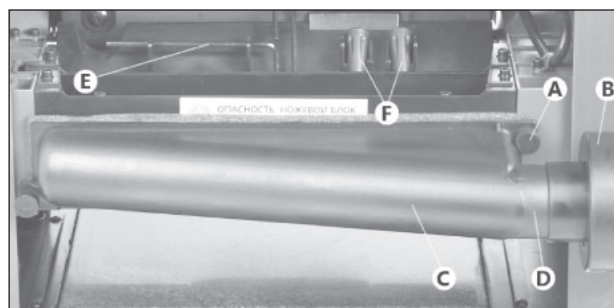

Рисунок 2. Установка кожуха для отвода стружки.
Для подключения устройств пылеудаления станок укомплектован кожухом С (рис. 2) и универсальным адаптером В. Кожух С крепится при помощи двух винтов-барашков А. Патрубок отвода стружки D можно установить, как в правую, так и в левую сторону.
2. Снимите кожух стружковывброса открутив два барашковых винта А (рис. 2).